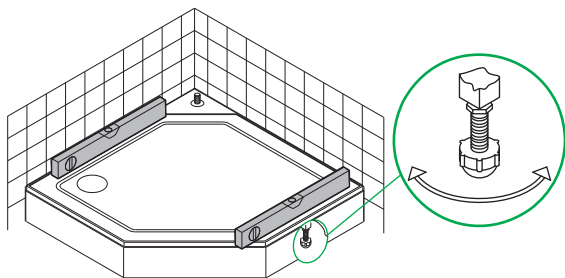

Рис. 4 / 4-сур.
2. Установите поддон в горизонтальном положении, используя уровень и регулировку ножек поддона (рис. 4).